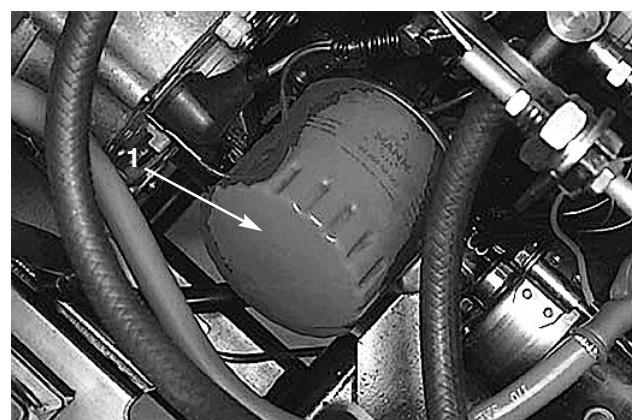

Figure 42
1. Enlevez le bouchon de vidange (Fig. 42) et laissez s'écouler l'huile dans un bac de vidange. Lorsque toute l'huile s'est écoulée, remettez le bouchon de vidange accompagné d'un joint neuf.
2. Déposez le filtre à huile (Fig. 42). Appliquez une fine couche d'huile propre sur le joint du filtre de rechange avant de le visser en place. NE SERREZ PAS EXCESSIVEMENT.